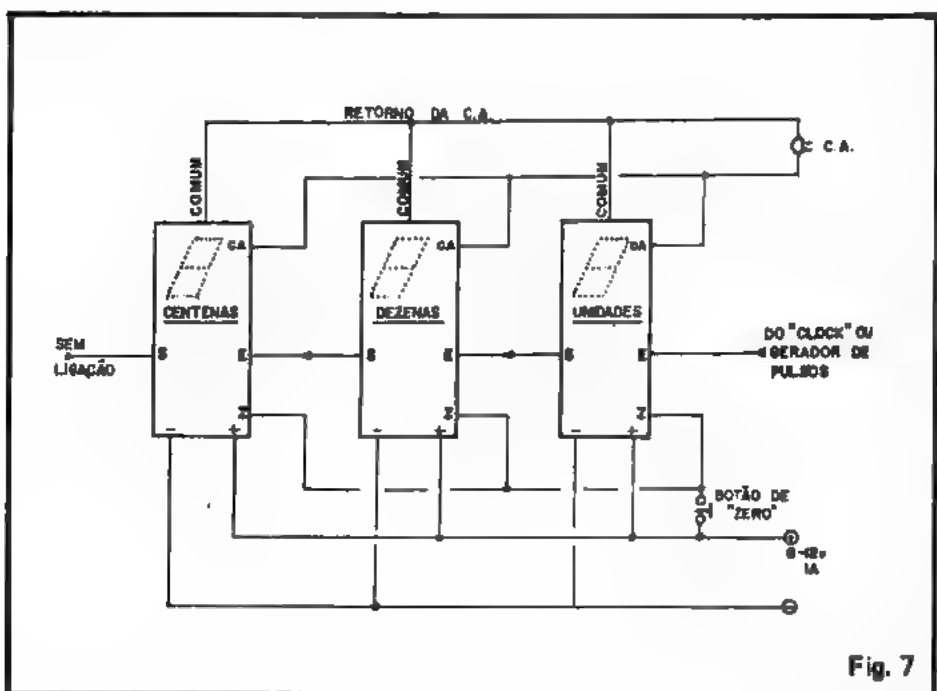
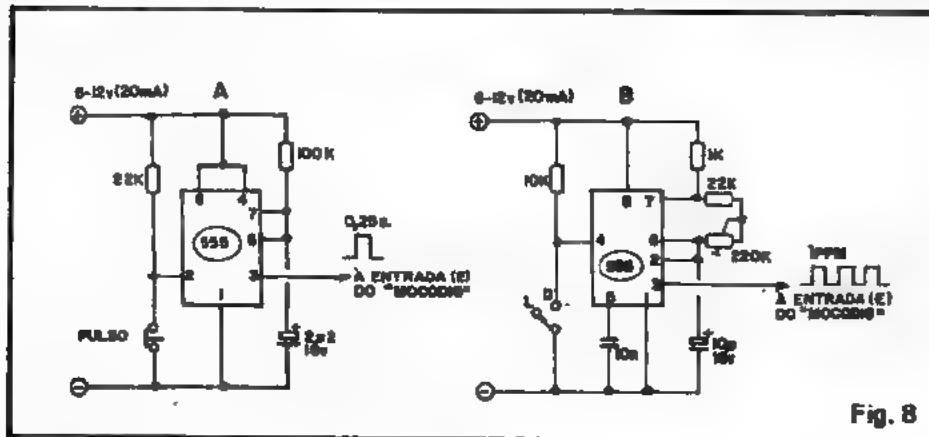

Fig. 7
Fig. 8
A fig. 7 mostra o diagrama básico.
Contudo, existem Integrados plenamente compatíveis com os C.MOS, que podem trabalhar conjuntamente com estes, embora pertençam a outras "famílias"... É o caso, por exemplo, do "marjadíssimo" 555, cuja faixa de tensões de alimentação, nível e forma dos sinais de saída "batem direitinho" com os requisitos de qualquer circuitagem baseada em Integrados C.MOS. Baseados nessa compatibilidade, na fig. 8 damos duas interessantes sugestões práticas para circuitos de comando, ambos capazes de acionar um (ou mais, conforme fig. 7...) MOCODIG. Nos dois casos a alimentação pode provir da mesma fonte de baixa tensão CC usada para o módulo, já que tanto o circuito 8-A quanto o 8-B "aceitam" 6 a 12 volts para a sua energização. Vamos a alguns detalhes aplicativos:
- 8-A — O circuito, conjugado com um arranjo idêntico ao da fig. 7, resultará num prático placar para quadras ou campos esportivos (se-
rão, obviamente, necessários dois conjuntos, para a marcação dos tentos dos dois times...). No início do jogo, aperta-se o botão de "Zero" (ver fig. 7) dos dois displays (o placar, então, mostrará "000" — "000"...). No desenrolar do jogo, a cada tento de cada time, basta uma pressão momentânea no botão de "Pulso" (fig. 8-A) do respectivo conjunto, quando então o display indicará "001", "002", "003", etc., e assim por diante, a cada toque no botão de "Pulso".
- 8-B — Para um marcador de tempo (relógio para placar esportivo) simples, o circuito ilustrado pode ser conjugado a um arranjo também semelhante ao da fig. 7 (porém com
apenas dois módulos ou dígitos). Um ajuste prévio (com o auxílio de um relógio comum) no trim-pot de 220K permitirá que o 555 gere exatamente um pulso por minuto (1 PPM). No início do jogo aperta-se o botão de "Zero" (fig. 7), com o display indicando então "00". Iniciando-se o jogo, passa-se a chave do circuito, da posição "D" para a posição "L", com o que o tempo começará a ser contado (depois de 1 minuto o display indicará "01", após 2 minutos, mostrará "02" e assim por diante, até "99" correspondendo a 99 minutos...). Havendo a necessidade de uma interrupção ou "desconto" no tempo (muitas modalidades de jogos permitem ou exigem esse tipo de cronometragem...), basta posicionar a chave em "D", retornando-a à posição "L" assim que o juiz determinar sequência na contagem do tempo! Em jogos ou modalidades esportivas que requeiram também a contagem dos segundos, o display deverá ser dotado de pelo menos 4 dígitos (4 MOCODIGs, na configuração da fig. 7). Nesse caso, o trim-pot deverá ser ajustado para a geração de um pulso por segundo (1 PPS), e o capacitor eletrolítico original do circuito 8-B deverá ser substituído por um capacitor de poliéster de 150n ou 180n.